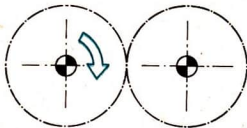

Bild 70/1 Schematische Darstellung eines Zahnradgetriebes
3. Vergleiche die Drehzahlen der Zahnräder des im Bild 70/2 dargestellten Zahnradgetriebes!